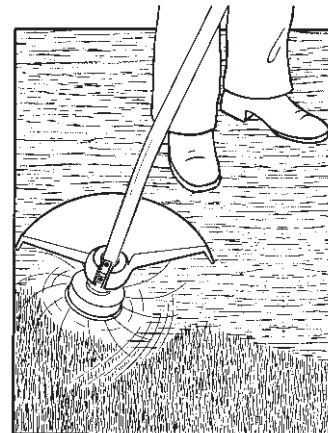

Fig. 6
2. **POUR TONDRE DE PLUS PRÉS** (Fig. 6). Tenir le coupe-herbe droit devant soi et l'incliner légèrement de manière que le fil de coupe se trouve à l'angle voulu sans que le dessous de la tête de coupe ne touche le sol. Toujours tondre loin de soi, ne jamais amener le coupe-herbe à soi.